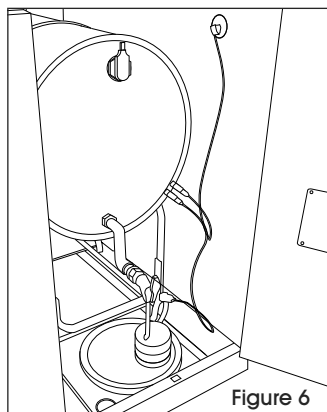

Figure 6
4. For internal cabinet grounding, when dispensing liquids inside a safety cabinet, it is important to ensure good electrical continuity through metal-to-metal contact of ground wires. (See Figure 6)
4. Pour la mise à la terre intérieure de l'armoire, il est important d'assurer une bonne continuité électrique par l'intermédiaire d'un contact métal sur métal des câbles de mise à la terre lors de la distribution de liquides. (Voir Figure 6)